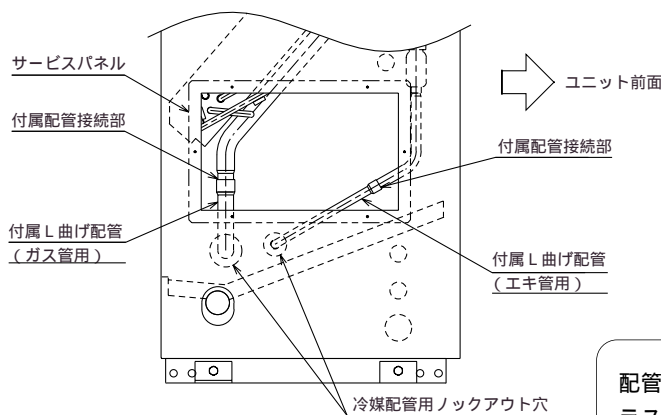
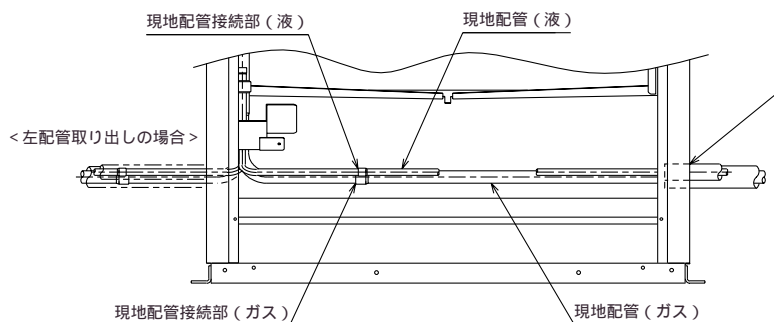

図1
図2
- (4) 図1・図2に示すように付属配管、現地配管をサービス点検口及び、前面からロウ付接続を行ってください。
- (5) 図2に示すようにパイプカバーを取付けてください。
- (6) サービスパネル、フィルタ、吸込パネルを元通り取付けてください。
- (5) 図1・図2に示すように付属配管、現地配管をサービス点検口及び、前面からロウ付接続を行ってください。
現地配管接続部(図2) 付属配管接続部(図1)
- (6) 図2に示すようにパイプカバーを取付けてください。
- (7) サービスパネル、フィルタ、吸込みパネルを元通り取付けてください。